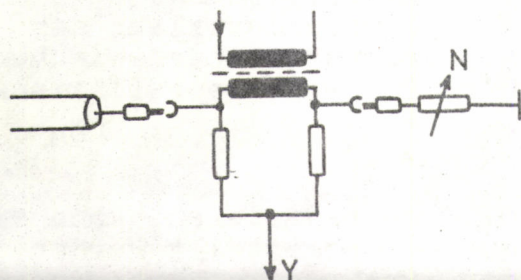

Fig. 3
Der Ausgang des Reflexanalysers (8) ist als Brückenschaltung ausgeführt, deren externe Zweige durch das Messobjekt und eine geeignete Kabelnachbildung gebildet werden (siehe Fig. 3)